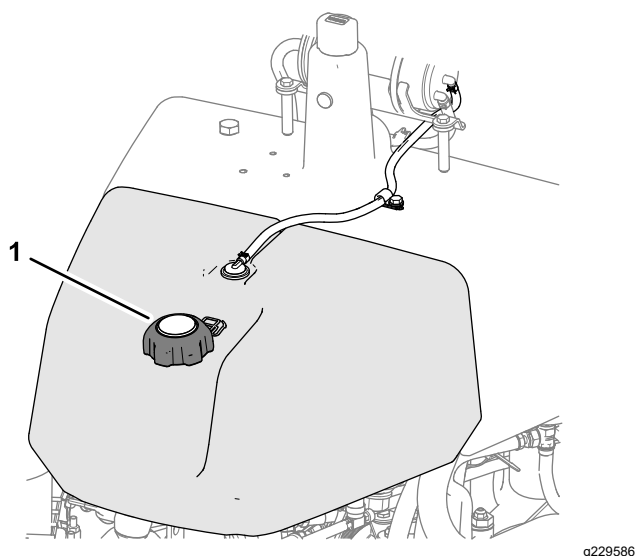

図 23
- 燃料キャップの周囲をきれいに拭いてキャップを外す 図 23。